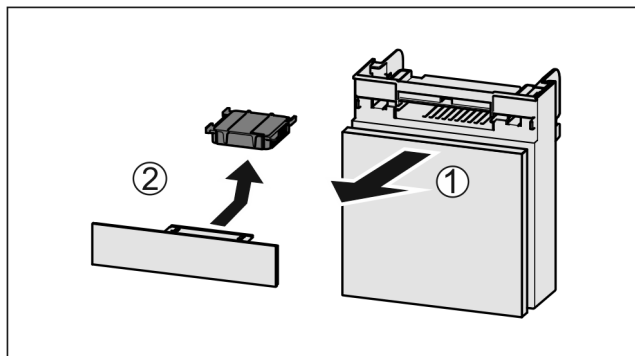

Fig. 83
- Predal izvalcite Fig. 83 (1) naprej.
- Odstranite Fig. 83 (2) aktivni ogljeni filter.